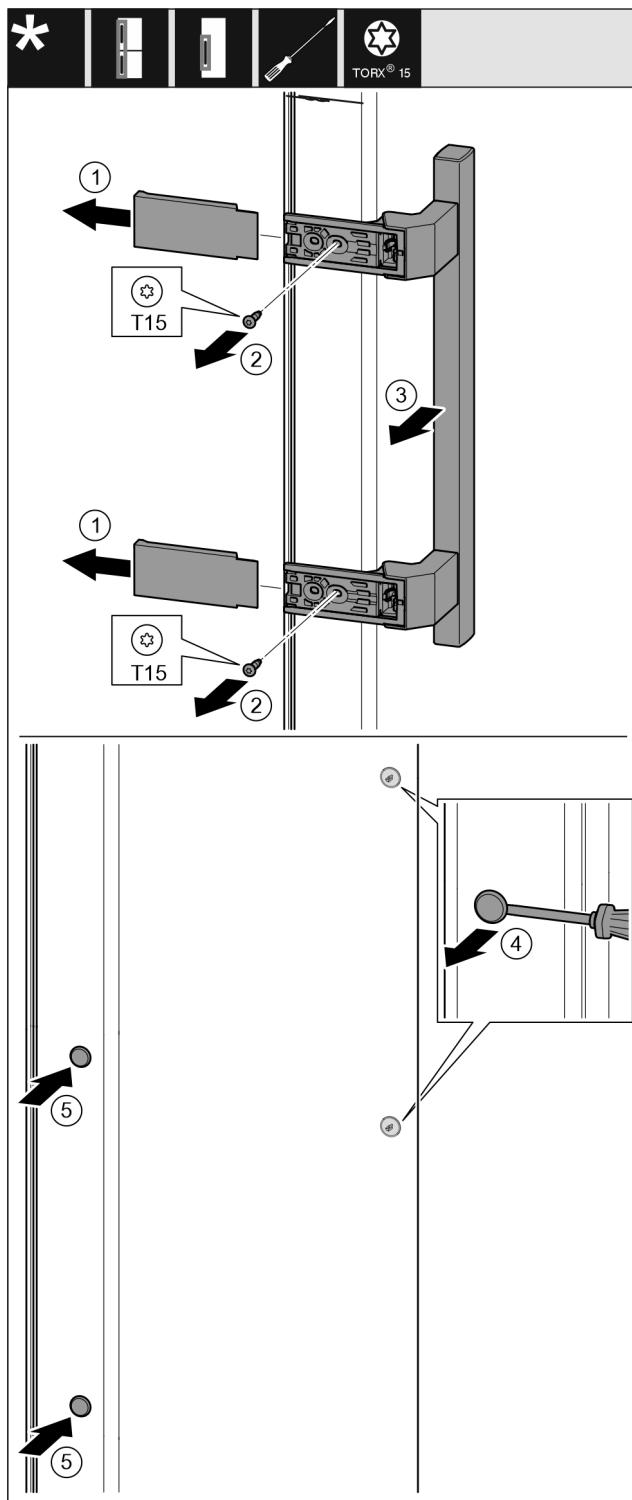

Fig. 17
- Stiahnite kryt. Fig. 17 (1)
- Skrutkovačom T15 vyskrutkujte skrutky. Fig. 17 (2)
- Odoberte držadlo. Fig. 17 (3)
- Plochým skrutkovačom opatrne nadvihnite a vyberte bočnú zátku. Fig. 17 (4)
- Zátku opäť nasad'te na druhú stranu. Fig. 17 (5)